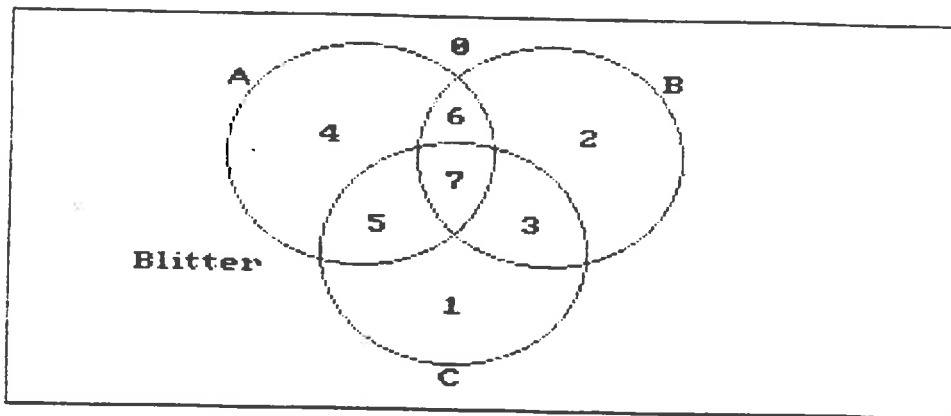

Figura 6-3: Diagrama de Venn del Blitter
1. Para seleccionar la función  $D=A$  (que es, Destino = fuente A), se seleccionan únicamente los miniterms que estan totalmente englobados en el círculo A de la Figura 6-3. Este conjunto de miniterms 7, 6, 5 y 4. Se escriben como un conjunto de unos para las miniterms seleccionadas y ceros para las no seleccionadas.